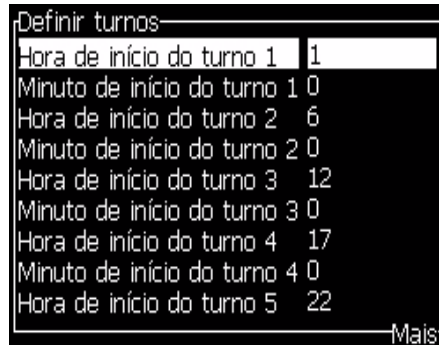

Figura 5-51: Definir os turnos
- 3 Pressione a tecla *Enter* para abrir a caixa de diálogo *Definir turnos* (Figura 5-51 na página 5-55).